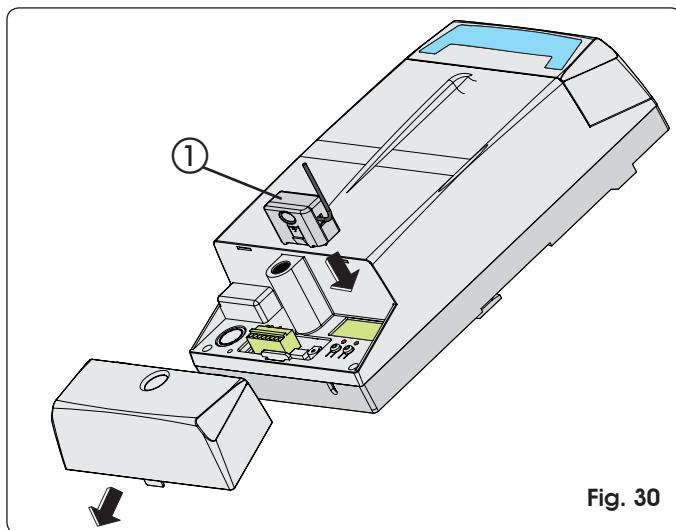

Fig. 30
El equipo electrónico está provisto de un sistema de descodificación (DS, SLH, LC) bi-canal integrado llamado OMNIDEC. Este sistema permite memorizar, mediante un módulo receptor adicional (Fig. 30 ref. ①) y radiomandos de la misma frecuencia, tanto la apertura total (OPEN A) como la apertura parcial (OPEN B) de la automación.